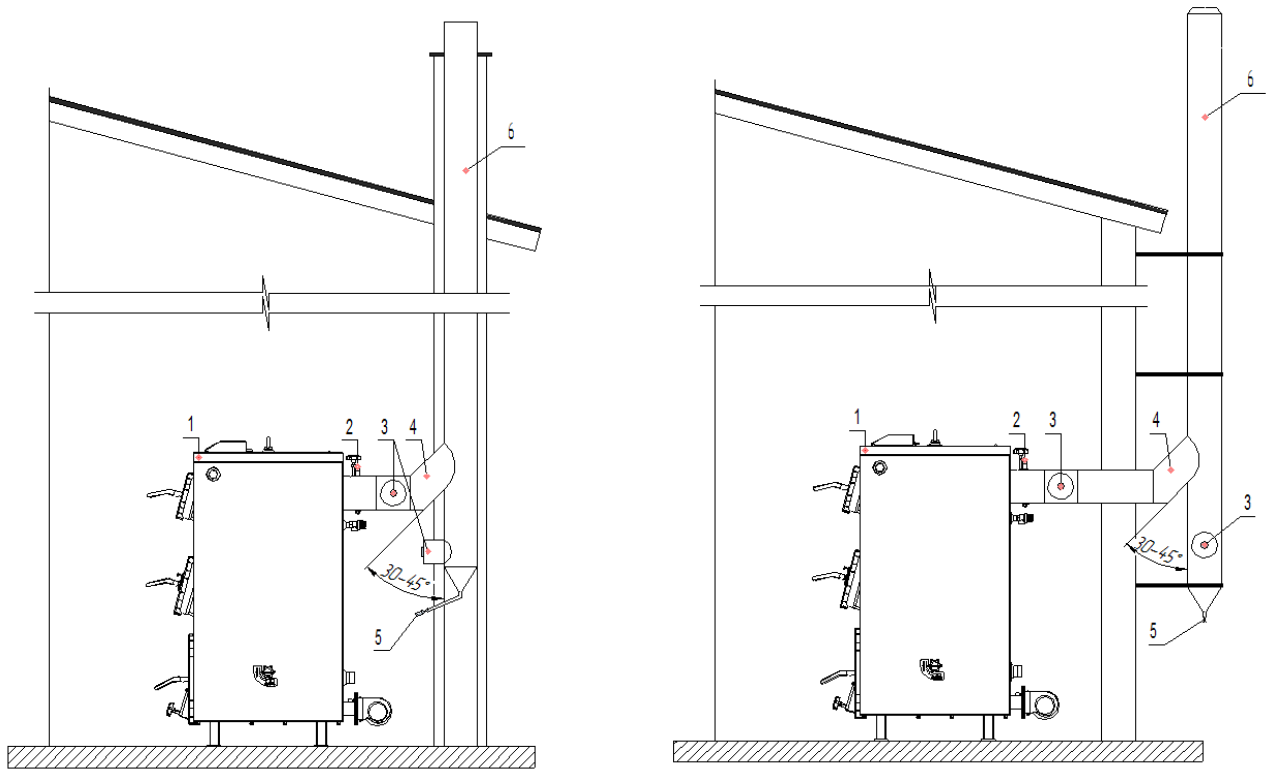

Рис.9 Рекомендована схема по під'єднанню котла до димоходу
7.4.6 Забороняється монтувати димохід (димову трубу) безпосередньо на димоході котла. Рекомендована монтажна схема підключення котла до димоходу показана на (Рис.9).